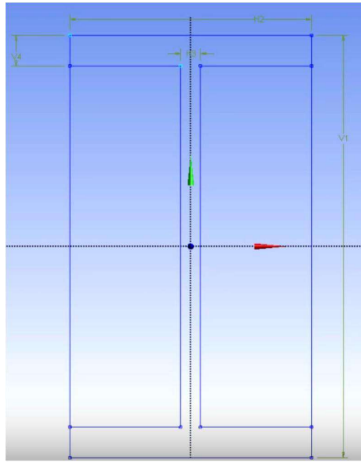

Рис. 2.7. Форма вікна **Graphics**
**/SKETCHING/ DIMENSIONS/ GENERAL/** - Форма вікна **Graphics** після проведених операцій приведена на рис. 2.7.